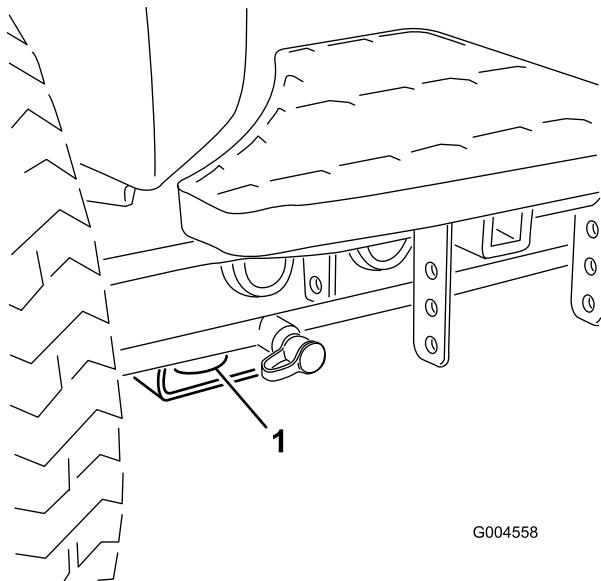

図 47
- ・ 前：各前輪の内側、アクスルチューブの下にある四角いパッド（図 47）